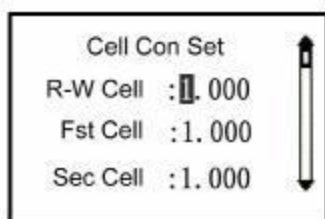

Рис. 6
- 2) **Constant (постоянная величина):** вход в интерфейс настройки постоянной величины для электрода (см. Рис. 6)